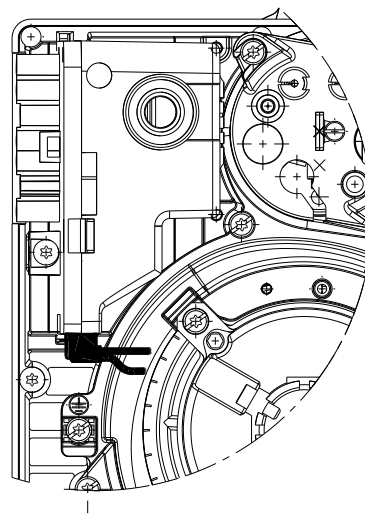

Fig. 20
- Comprobar que los conectores hayan sido conectados correctamente según los símbolos indicados en el fondo del equipo de control de llama: cerciorarse de que los conectores estén insertados a tope empujándolos hasta el fondo, cada uno en su propio alojamiento. Los cables de conexión de todos los conectores deben estar dirigidos hacia el interior del quemador (Ver Fig. 20).